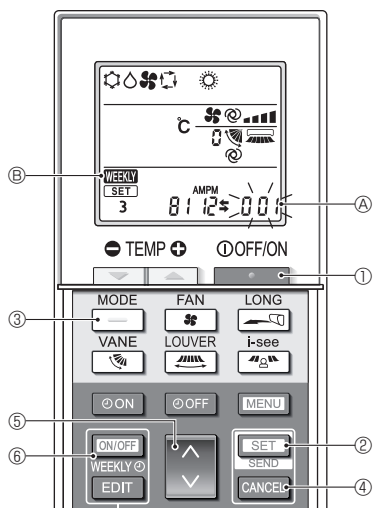

Fig. 4-12
4.12.8. Cómo desactivar el funcionamiento en modo Auto (Fig. 4-12)
1. Pulse el botón **STOP** (1) para detener el acondicionador de aire.
- Si el temporizador semanal está activado, pulse el botón **ON/OFF WEEKLY** (6) para desactivarlo. (WEEKLY (6) desaparece).
2. Pulse el botón **SET** (2) durante 5 segundos.
- El equipo entra en el modo de ajuste de funciones. (El número de ajuste del modelo de grupo (A) parpadea).
3. Pulse el botón **DOWN** (4).
4. Completar los ajustes (Fig. 4-12)